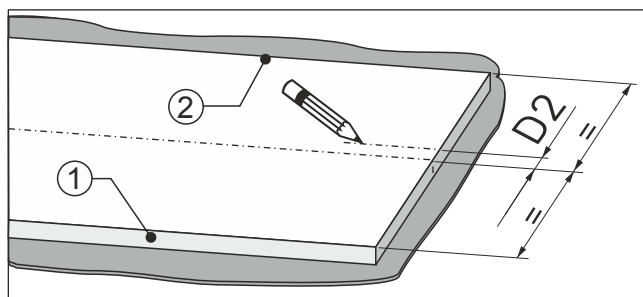

Fig. 91
- Izmjerite od središta fronte namještaja dimenziju Fig. 91 (D2) prema strani graničnika vrata Fig. 91 (2).